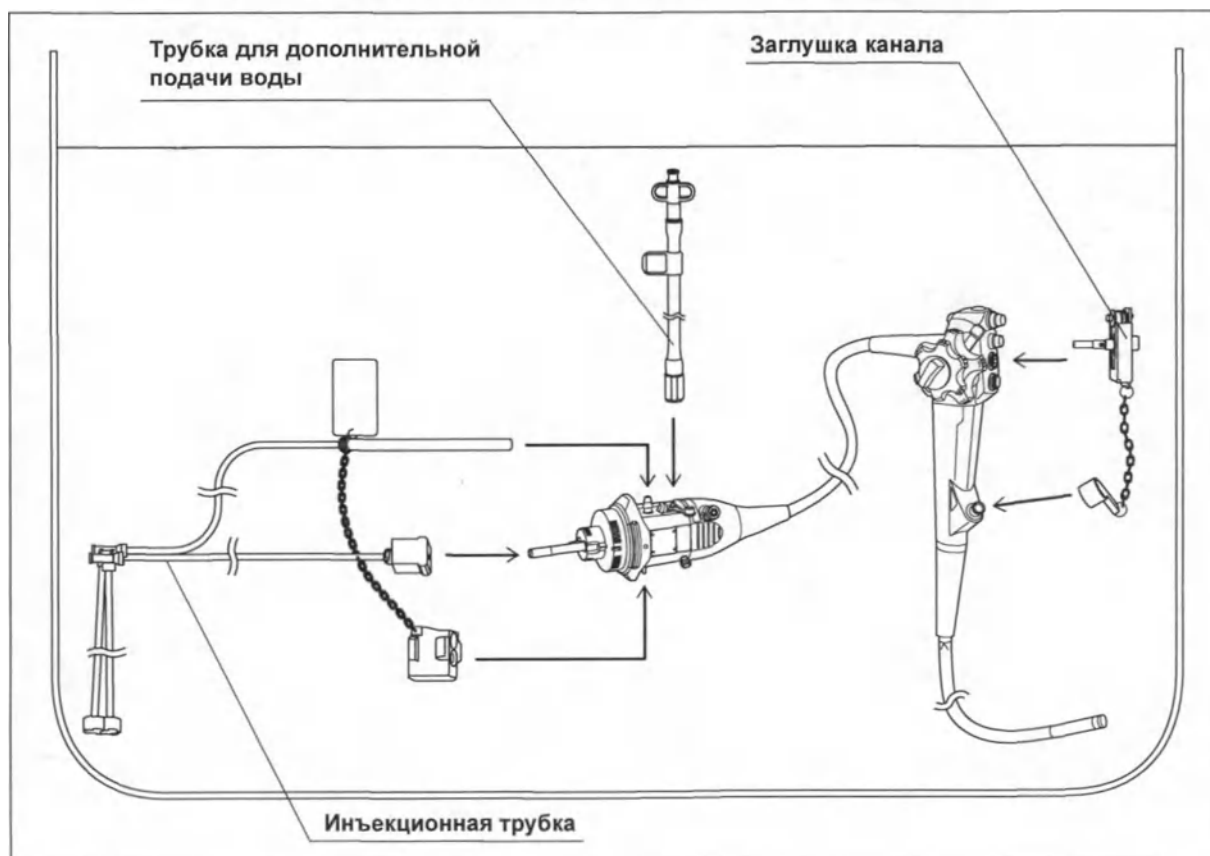

Рис. 5.68
- 5** Присоедините к эндоскопу заглушку для канала, инъекционную трубку и трубку для дополнительной подачи воды. (см. рис. 5.68)